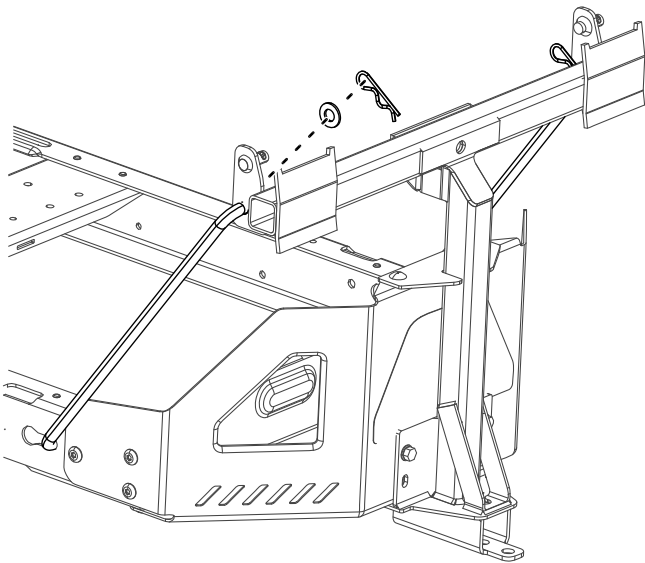

図 12
4. 機体フレームの左側にあるキー付きスロットに、ロッドの曲がって太い方の端部を差し込み、ロッドを後方にずらしてフレームに取り付ける図 12。
5. ロッドの曲がった方の端部を、図 12のようにアタッチメントマウントに差し込み、各ロッドの端部をワッシャとヘアピンコッターで固定する。
2. ピボットフレームにピボットブラケットを取り付ける 図 12。